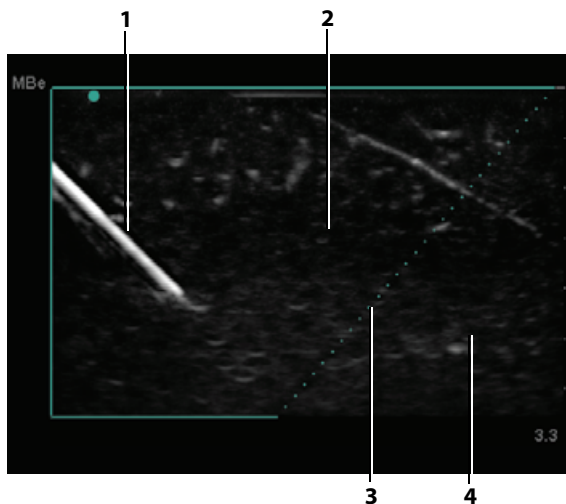

Рис. 1 Изображение при активной технологии MBe (линейный датчик):
- Следует учитывать, что усиление визуализации линейных структур происходит только на выделенной части изображения. Визуализация зоны вне выделенной части остается неизменной. (См. **Рис. 1** на стр. 39.)
Элемент управления MBe включает технологию SonoMBe™, которая улучшает визуализацию линейных структур в пределах выбранного диапазона угла обзора и позволяет облегчить управление иглой при установке катетера и выполнении блокады нервов. Трапециевидный или треугольный контур ограничивает зону действия функции улучшения. (См. **Рис. 1** на стр. 39.)